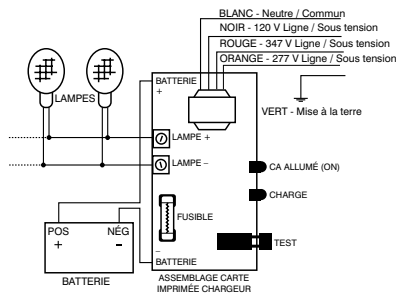

Figure 5
8. Connecter le ou les conducteurs de la borne positive de la batterie (+) au connecteur de la borne positive de la carte de circuit imprimé (figure 5).